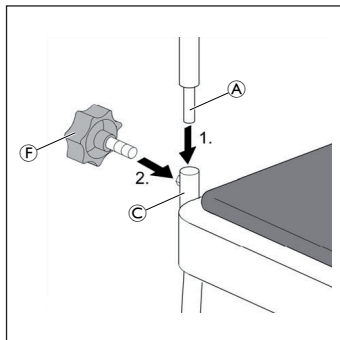

Fig. 2
1. Rückenlehnenrohre (A) auf beiden Seiten, von oben in das Sitzgestell (C) führen (Fig. 2).
2. Sterngriffschraube (F) mit einer Umdrehung von hinten in das Sitzgestell drehen (Fig. 2).